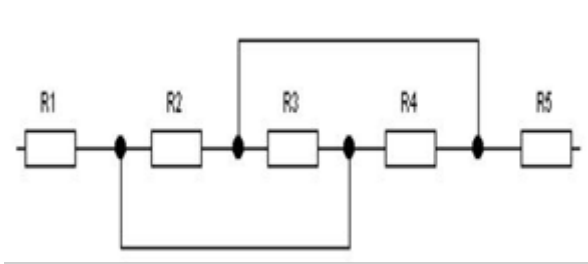

Рисунок 3.1.
1. Визначити еквівалентний опір групи резисторів в відповідності до схеми на рис. 3.1.